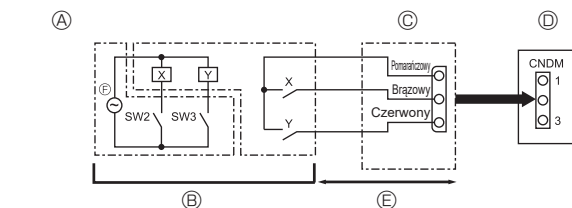

Fig. 9-2
9.2. Funkcja zapotrzebowania (modyfikacja wykonywana w miejscu przeznaczenia) (Fig. 9-2) (dotyczy tylko klimatyzatorów)